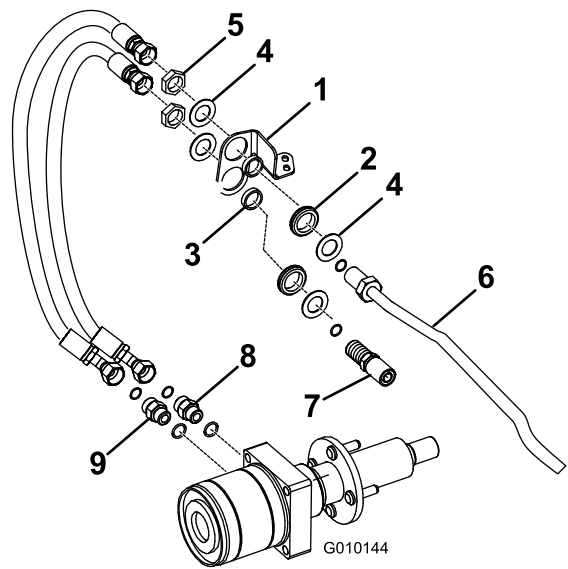
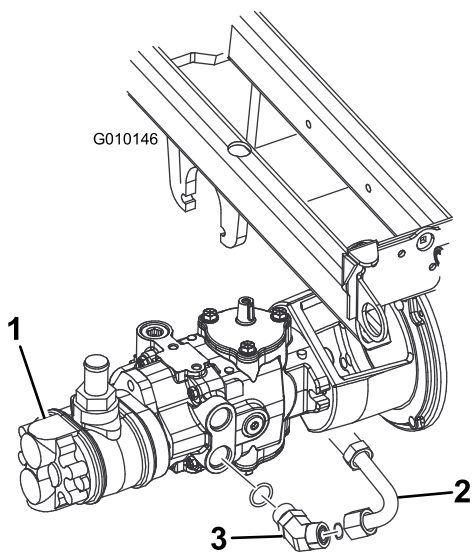
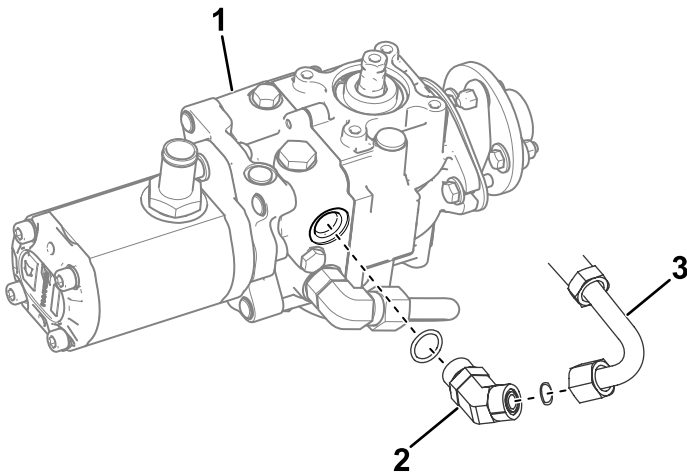

図 8
図 9
図 10
8. 図 8 に示すように、バルクヘッドブラケットにハトメとスペーサを取り付ける。
11. バルクヘッド・ブラケットを油圧ハードラインに組み付けるキットに入っているナットとワッシャを使い、図 8 のように組み付ける。
ワッシャとナットで、ポンプ用ホースアセンブリを、ポンプの 45° フィッティングとバルクヘッドブラケットの下側の穴に仮止めする図 8 と図 9。
ワッシャとナットで、ポンプ用ホースアセンブリを、ポンプの 45° フィッティングとバルクヘッドブラケットの下側の穴に仮止めする 図 8 と 図 10。
13. ポンプホース・アセンブリバルクヘッドの下側のポートと、ホイールモータの上側のフィッティングに油圧ホースを仮接続する 図 8。